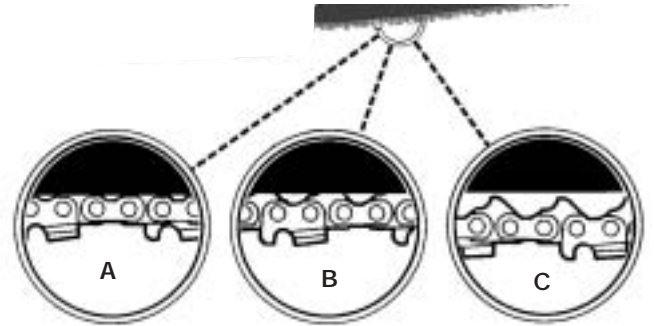

Fig. 11
**REMARQUE :** La tension d'une chaîne neuve doit être contrôlée fréquemment pendant son rodage, après aussi peu que cinq coupes. Les intervalles entre réglages s'espaceront rapidement (Fig. 11).
**MISE EN GARDE:** Si un chaîne est trop tendue ou trop lâche, le guide-chaîne et les roulements de vilebrequin s'useront plus rapidement. Etudier la Figure 11 pour tout renseignement concernant la tension appropriée pour moteur chaud (A) ou froid (B), et comme guide indiquant quand la chaîne a besoin d'être ajustée (C).